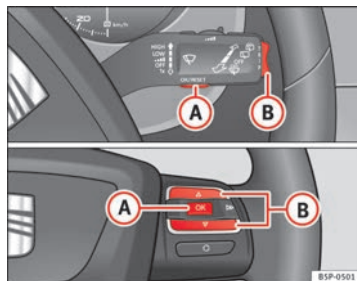

Fig. 43 Tasto A e B. Comandi sul volante
Con l'indicatore multifunzioni (MFA) si possono visualizzare numerosi dati. Per far scorrere le varie schermate (che si riferiscono alle funzioni elencate qui di seguito) si deve agire sul pulsante → fig. 43 (B) che si trova sulla leva del tergicristallo.